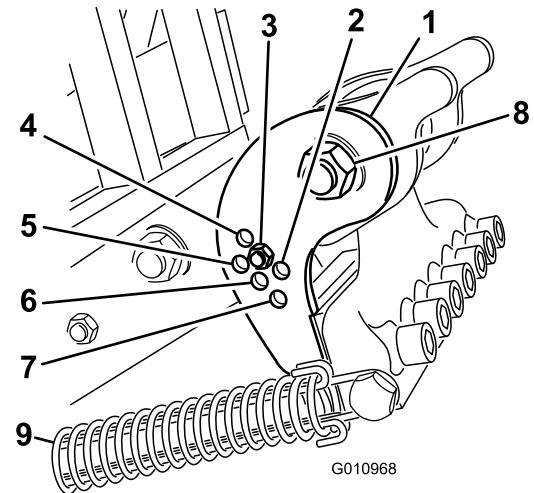

Figura 27
Ajuste la posición de la pletina de ajuste de la inclinación (Figura 27) según la longitud de los taladros a utilizar. El tope del cabezal se ajusta a una de cinco posiciones predeterminadas, seleccionando el taladro en el que se atornilla la varilla de ajuste. Estas posiciones son simplemente las predeterminadas; es posible que usted obtenga un acabado más liso usando un taladro de 10 pulgadas (25,4 cm), por ejemplo, en la posición de 12 pulgadas (30,48 cm), dependiendo de la aplicación concreta.
3. Desconecte el muelle tensor del cabezal de taladros (Figura 27).
4. Retire el perno y la tuerca de los taladros de la pletina de ajuste de la inclinación (Figura 27).
5. Afloje el perno de pivote del cabezal de taladros (Figura 27).